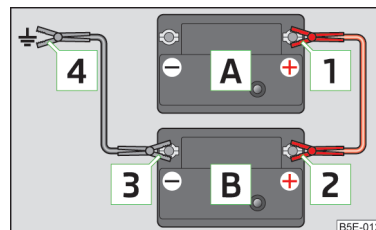

Fig. 195
- Fixez la borne **1** sur le pôle positif de la batterie déchargée **A** » fig. 195.